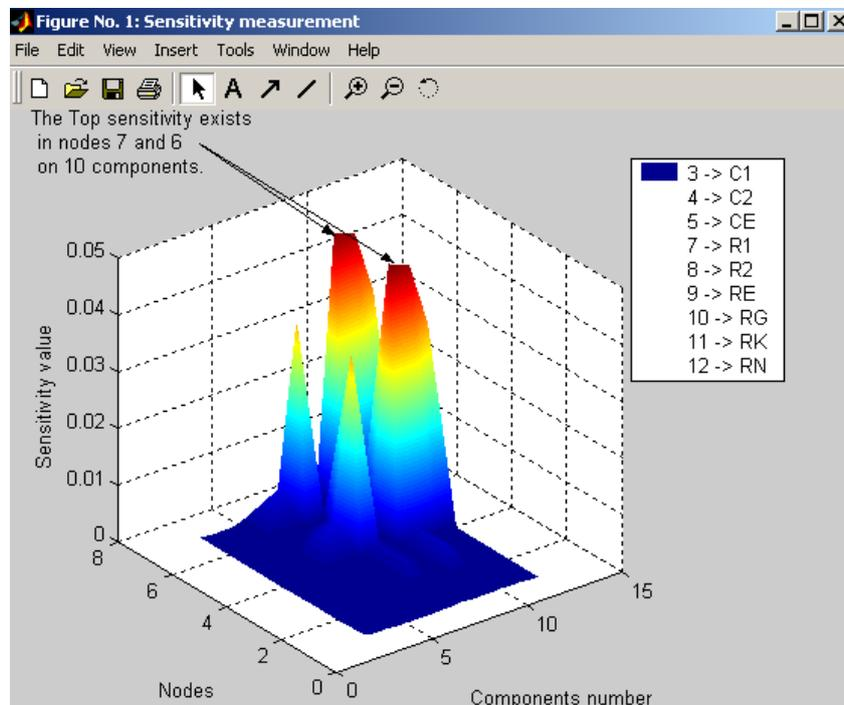

Рисунок. 4.5. Окно с результатами анализа чувствительности
6. Нажмите кнопку *Ok*. В результате расчета будет построен график функции чувствительности (рис. 4.5).